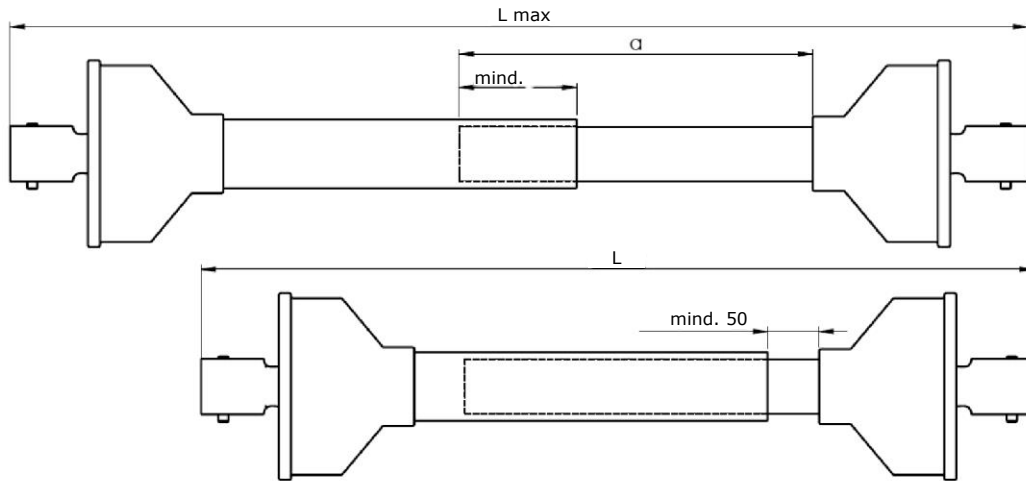

Abbildung 16. Anpassung der Wellenlänge, wenn der Streuer mit dem Schlepper verbunden ist
- Vergewissern Sie sich, dass die Teleskop-Gelenkwelle, die den Antrieb vom Schlepper überträgt, in allen möglichen Positionen des Schleppers in Bezug auf die Maschine eine ausreichende Länge aufweist (Abbildung 16).